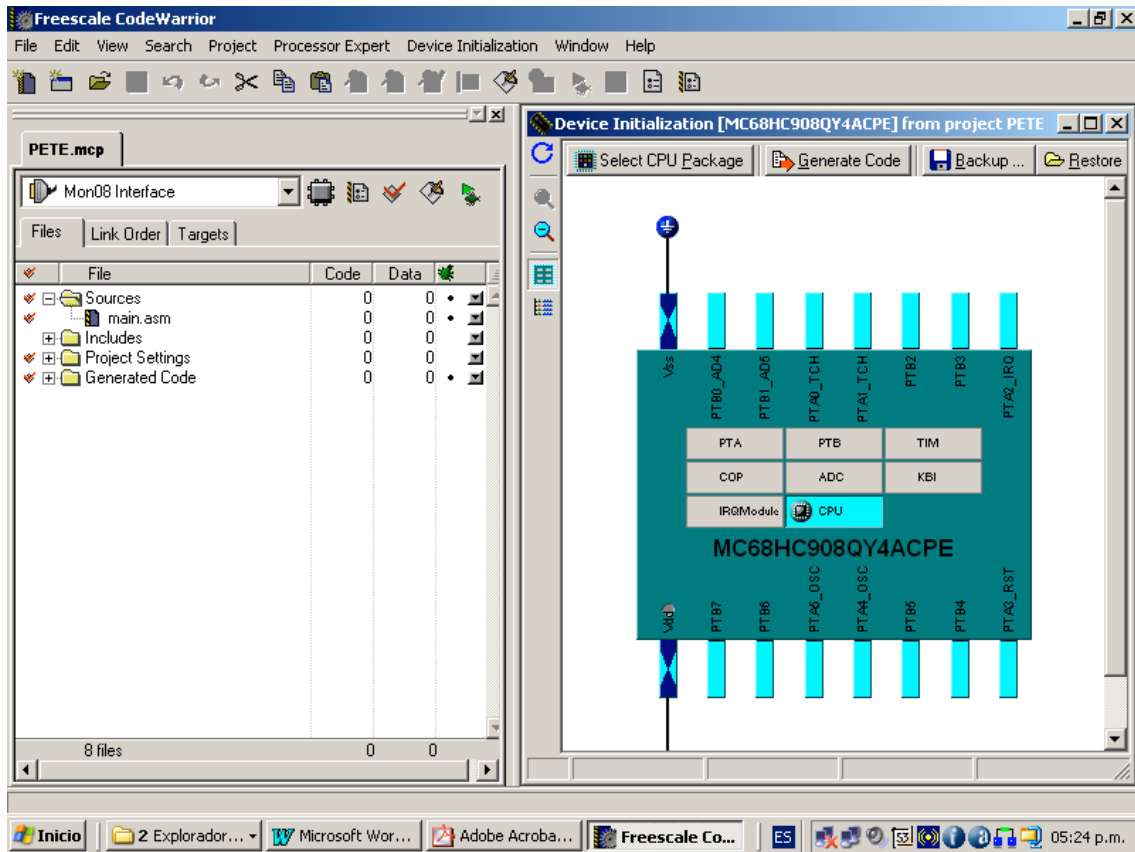

Figura 6.- Pantalla principal del proyecto e interface gráfica de generación de código (Processor Expert).
- 6) Al hacer click en el botón “**Finalizar**”, se generarán todos los archivos del proyecto, se lanzará la pantalla principal de trabajo del mismo y se podrá ver una interface gráfica con los pines y los distintos módulos que constituyen el MCU (**Figura 6.-**).